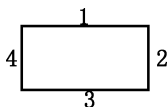

图 15-63 绘制并分解矩形
(1) 单击“默认”选项卡“绘图”面板中的“矩形”按钮, 绘制一个长为 10、宽为 5 的矩形。
(2) 单击“默认”选项卡“修改”面板中的“分解”按钮, 将矩形分解成为直线，如图 15-63 所示。